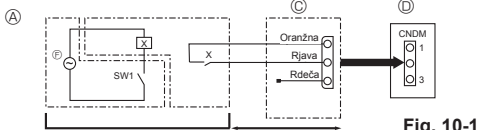

Fig. 10-1
10.1. Način tihega delovanja (spreminjanje na mestu) (Fig. 10-1)